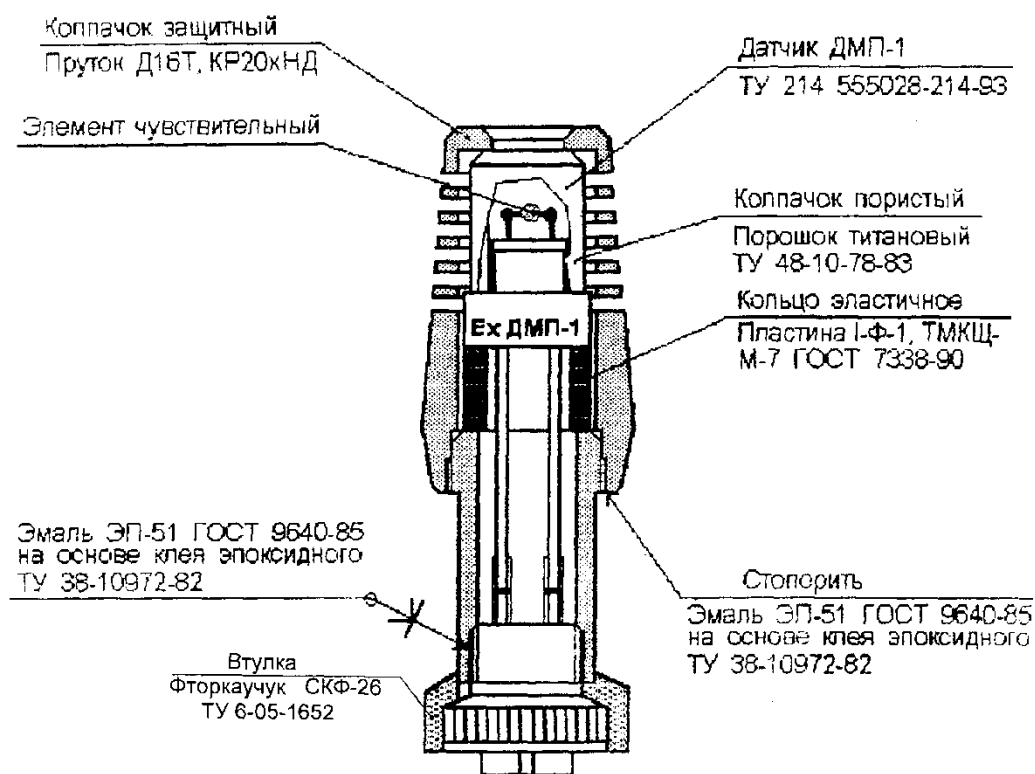

Рисунок 4.6 – Чертеж средств взрывозащиты датчика газа индикатора ИГД-1
4.4.4 Датчик горючих газов индикатора ИГД-1 (рисунок 4.6) имеет вид взрывозащиты "Взрывонепроницаемая оболочка" по ГОСТ 30852.1 (МЭК 60079-1). Чувствительный элемент датчика, нагретый до 450 °С, заключен во взрывонепроницаемую оболочку из колпачка, выполненного из спеченного титанового порошка, и корпуса. Оболочка каталитического датчика выдерживает давление взрыва и исключает его передачу в окружающую среду. Максимальная пора в спеченном материале 70 мкм. Длина клеевого соединения колпачка и корпуса не менее 6 мм.